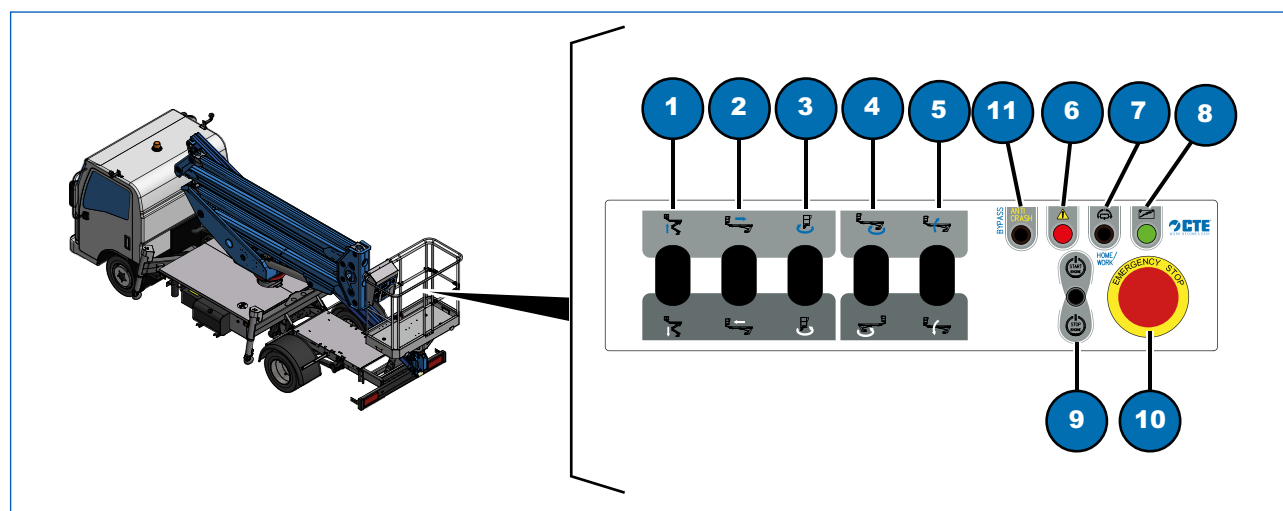

Fig. 4.5
La macchina ammette la manovra multipla, è possibile combinare le manovre (Fig. 4.5, 1 - 2 o 3) con (Fig. 4.5, 4 o 5).
- uno all'interno del quadro comandi in piattaforma di lavoro (Fig. 4.5).